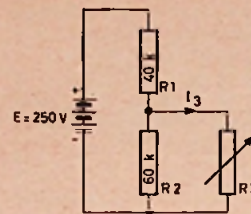

Fig. 8a
**Voorbeeld 2.** Gevraagd wordt op welke waarde de weerstand R3 in fig. 8a moet worden ingesteld, om te bereiken dat  $I_3 = 1,25 \text{ mA}$ .
Oplossing: Volgens de stelling van Thévenin mogen we de schakeling van fig. 8a vervangen door een spanningsbron met een emk ter grootte van